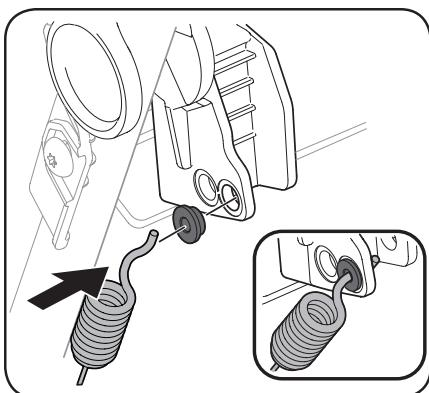

Figura 4-5
- Reemplace el casquillo del orificio inferior y resuje el cable a través del casquillo y el orificio inferior de la manija. Vea la Figura 4-5.